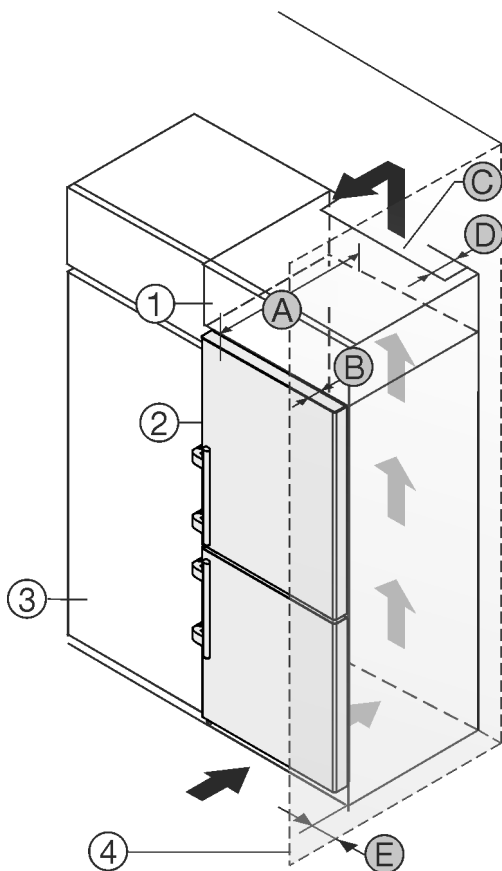

Fig. 27
L'apparecchio può essere incassato in mobili da cucina. Per adattare l'apparecchio Fig. 27 (2) all'altezza della cucina componibile, è possibile applicare sopra l'apparecchio un mobile da appoggio Fig. 27 (1).
L'apparecchio può essere installato direttamente accanto al mobile da cucina Fig. 27 (3). Per poter aprire completamente la porta, l'apparecchio deve sporgere almeno della profondità Fig. 27 (B) rispetto al frontale del mobile da cucina. L'apparecchio può sporgere ulteriormente a seconda della profondità dei mobili da cucina e dell'uso di distanziatori a parete.
- Sul retro del mobile da appoggio deve essere presente un vano di uscita dell'aria con la profondità Fig. 27 (D) sull'intera larghezza del mobile da appoggio.
- Sotto al soffitto del locale deve essere rispettata la sezione di ventilazione Fig. 27 (C).
Se l'apparecchio è installato con le cerniere accanto ad una parete Fig. 27 (4), deve essere rispettata la distanza Fig. 27 (E) tra apparecchio e parete, che corrisponde alla sporgenza della maniglia con la porta aperta.